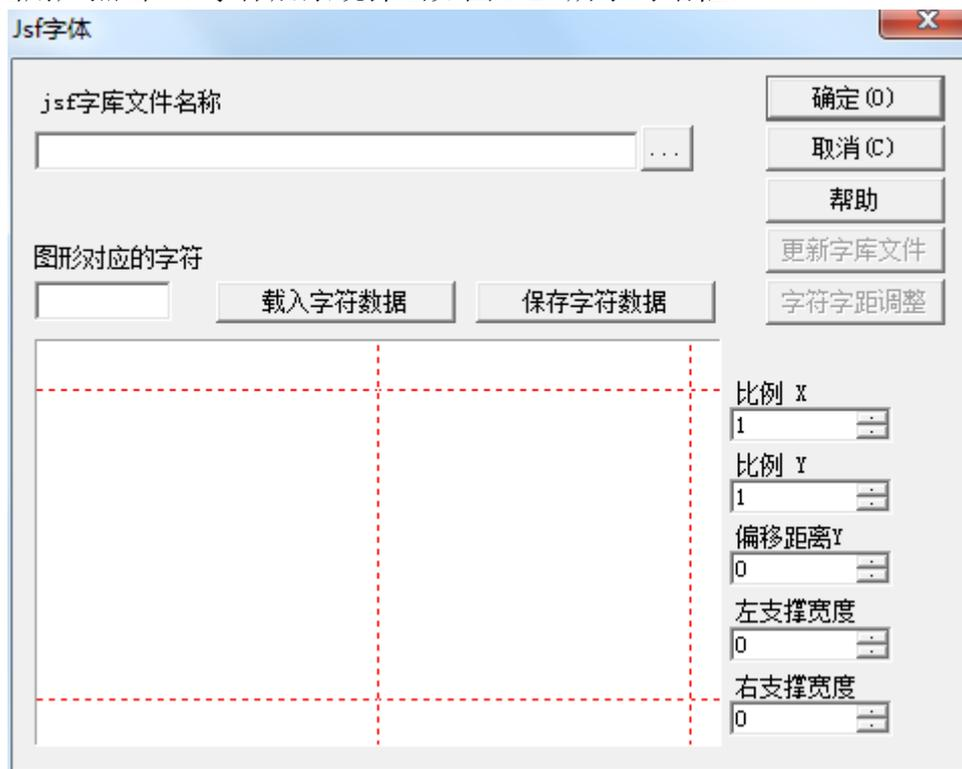

图 5-18 Jsf 字体
当用户点击 JSF 字体后系统弹出如图 5-18 所示对话框。
在图 5-18 中，我们还可以看到“更新字库文件”、“字符间距调整”这两个功能按钮是无效的，这时需要我们选择好“jsf 字库文件名称”，使用功能按钮是输入框后面的“...”。**功能键：**点击此功能键弹出“打开”对话框，选择好我们需要修改的字库文件名称，点击“确定(o)”，输入框内显示出文件路径。如图 5-20 所示。
然后弹出 JSF 字体对话框，如图 5-18。点击“”按钮，弹出打开对话框，寻找 ezcad2\font 目录，在文件名的编辑框中输“EZCAD1013”，然后点击打开按钮如图 5-25 所示：
1、点击“修改”菜单下的“JSF 字体”(如图 5-24), 然后弹出 JSF 字体对话框, 如图 5-18。点击“”按钮, 弹出打开对话框, 寻找 ezcad2\font 目录, 在文件名的编辑框中输“EZCAD0521”, 然后点击“打开(O)”按钮。